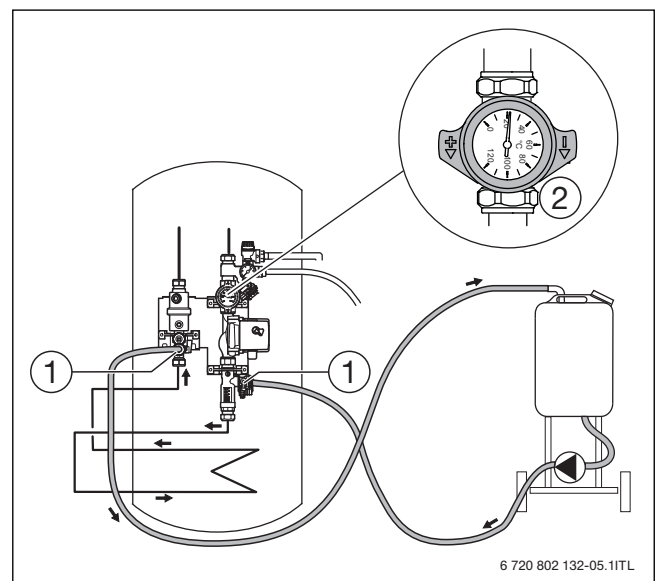

Bild 20 Befüllen unterhalb der Solarstation
- ▶ Befüllstation, wie in Bild 20 dargestellt, anschließen.